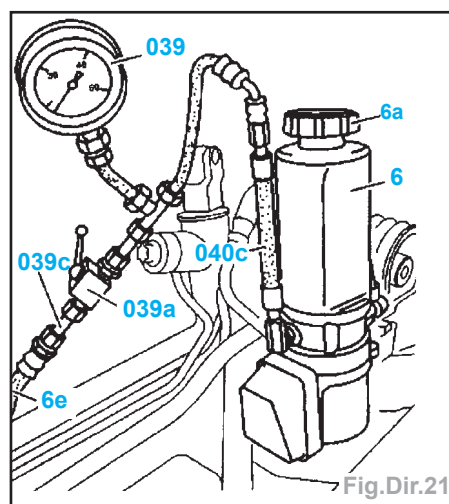

Fig.Dir.21
- Dévisser la conduite haute pression (6e) et poser la tubulure (039c) (Fig.Dir.21).